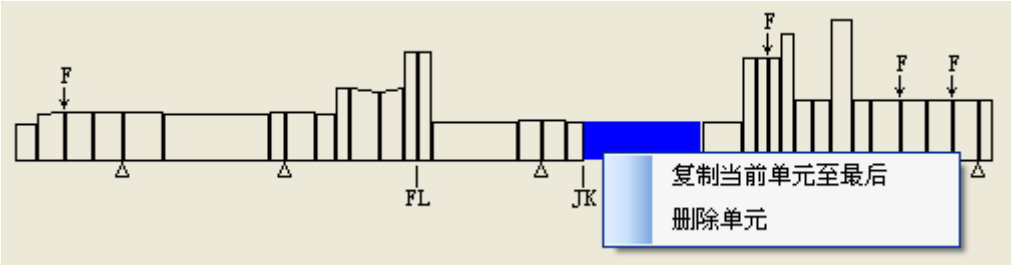

图 4.5 轴系布置图设置功能
- (7) 在轴系布置图上可以进行下列操作：复制当前单元至最后、删除单元。当在轴系布置图复制当前单元至最后，删除单元时，数据区的数据也跟着变化。如图 4.5 所示。